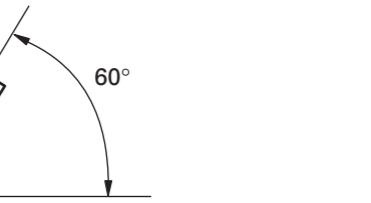

Fig. 3
- L'angle de l'installation, ne doit pas dépasser 60° par rapport à l'horizontale, faute de quoi l'unité ne fournira pas ses performances optimales. (Fig. 3)